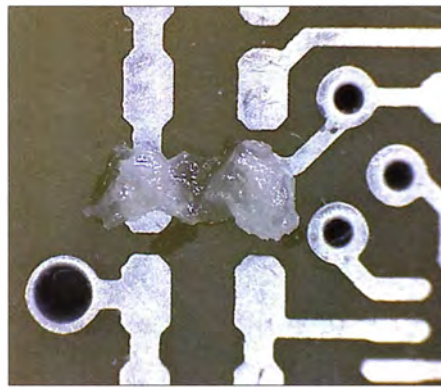

Bild 24: Auftragen von Flussmittel-Gel auf die zu lötfähigen Flächen
- Zunächst wird Flussmittel-Gel (*Edsyn FL-22*) auf die zu lötfähigen Lötflächen bzw. *Pads* aufgetragen (Bild 24).